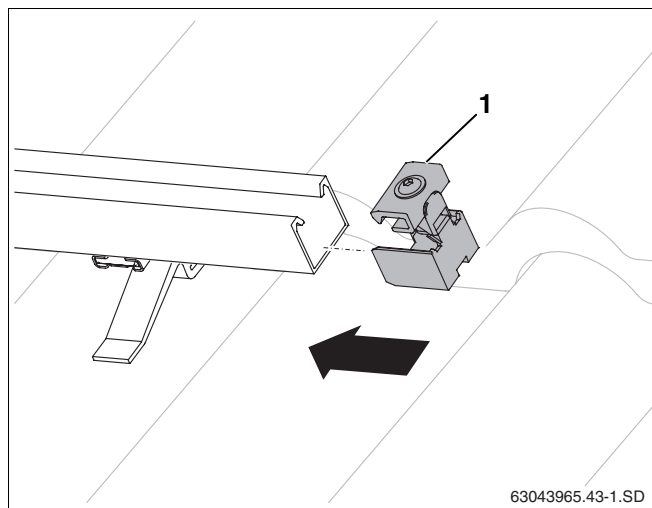

Fig. 41 Deslocar para dentro o tensor de colector unilateral
- ▶ Introduzir o tensor de colector unilateral nos perfis (fig. 41, **item 1**) na extremidade direita do campo de colectores até que os perfis encaixem no primeiro furo oblongo.